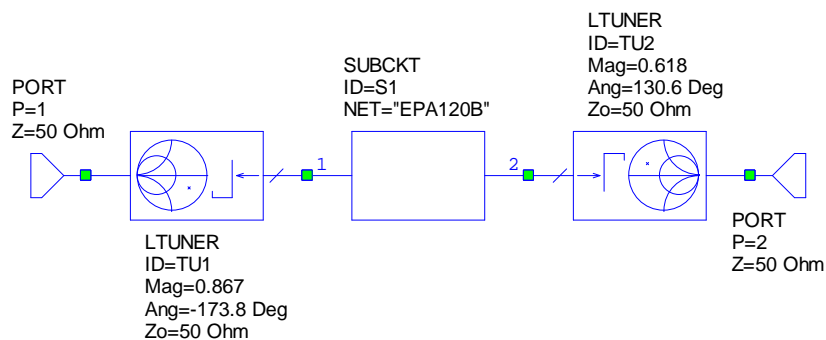

Рис.1
4.3.1 Рассчитать и вывести на графики характеристики одиночного однокаскадного усилителя. Рис.1
4.3.3 Рассчитать и вывести на графики характеристики 2-х каскадного усилителя, каждый каскад которого представляет собой усилитель Рис.1.